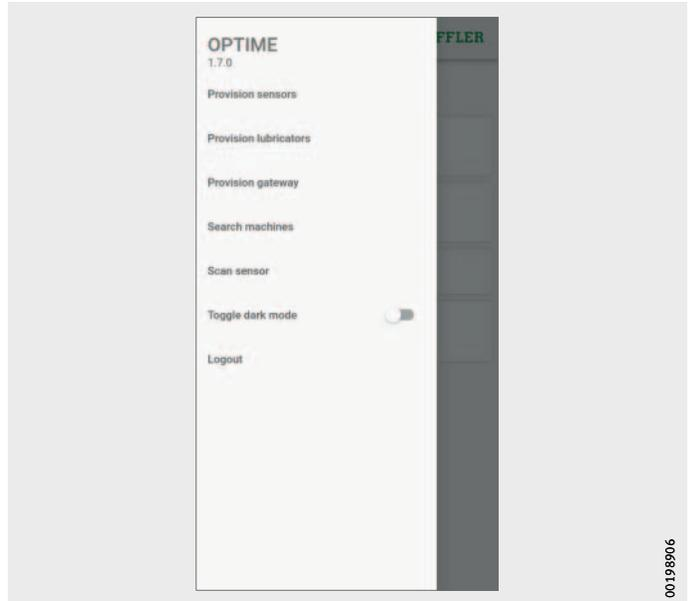

图 30
- ▶ 转到 [Menu] 符号，然后点击 [Logout] 按钮，第37页，图 30。